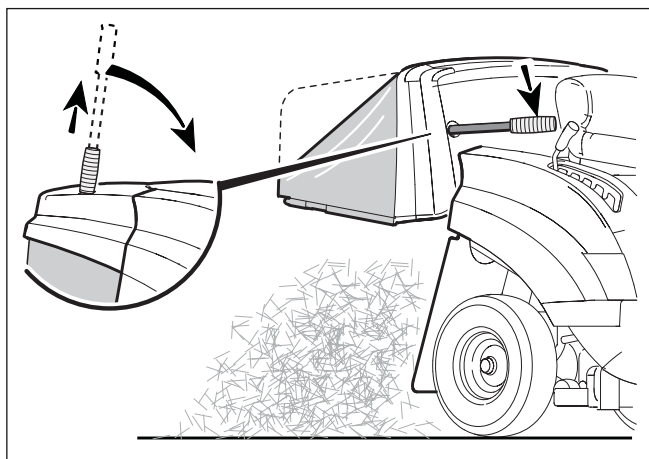

Abbildung 17
1. Den Grasfanggriff herausziehen und nach vorne drehen, bis die Grasfangbaugruppe am Boden komplett offen ist (siehe **Abbildung 17**).